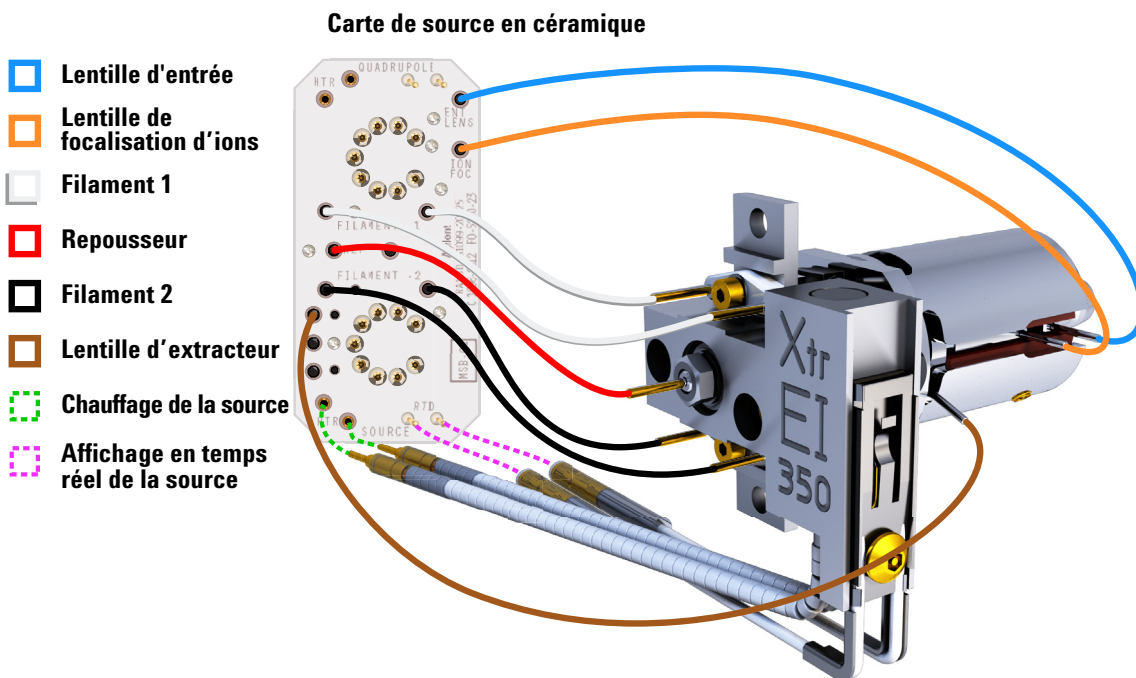

Figure 54. Câblage de la source EI XTR
- 1 Utiliser des brucelles ou des pinces à bec effilé pour brancher/débrancher les fils de la carte de source en céramique au niveau des connecteurs de la source. (Voir **Figure 54**.)